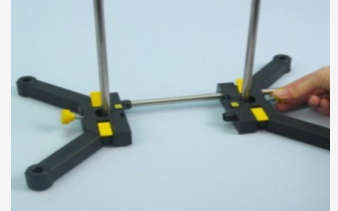

Fig. 5
4. Fija las barras del trípode a las mitades de la base del trípode y fíjalas con la ayuda de los tornillos (**Fig. 5**).